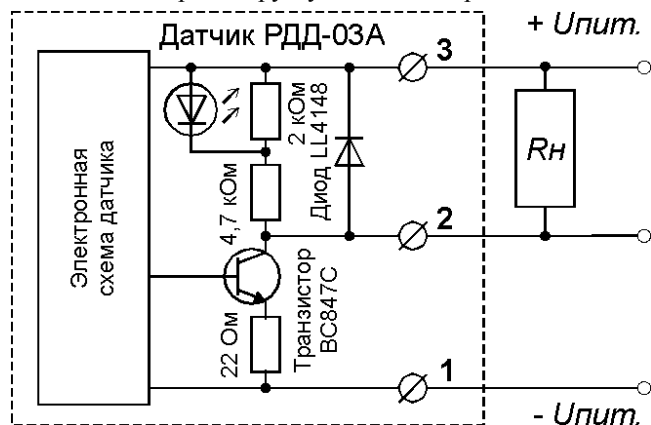

Рис. 10. Выходной каскад датчика РДД-03А и схема подключения нагрузки.
Схема выходного каскада датчика показана на рис. 10. В качестве сопротивления нагрузки R_n к датчику может быть подключена обмотка внешнего реле или входной каскад контроллера сбора информации.
7.1.4. Подключите к датчику нагрузку и источник питания согласно рис. 10. **ВНИМАНИЕ!** Ошибки при подключении могут вывести датчик из строя! Включение светодиода «К3» (поз. 18 на рис. 1) при наличии движения свидетельствует о срабатывании схемы защиты выходного каскада датчика от токовых перегрузок. При этом следует проверить правильность подключения датчика и, при необходимости, увеличить сопротивление нагрузки (R_n на рис. 10). Светодиод «К3» гаснет и схема защиты отключается при снятии с датчика напряжения питания, либо при остановке механизма (нет движения).
7.2.2. Подключите к датчику нагрузку и источник питания согласно рис. 10. Если при таком состоянии органов регулировки светодиод «Движение» не загорается, значит посторонние движения не влияют на работу РДД-03А. При этом следует перейти к выполнению п. 7.2.3. В противном случае следует перейти к п. 7.2.7. **ВНИМАНИЕ!** Ошибки при подключении могут вывести датчик из строя! Включение светодиода «КЗ» (поз. 18 на рис. 1) при наличии движения свидетельствует о срабатывании схемы защиты выходного каскада датчика от токовых перегрузок. При этом следует проверить правильность подключения датчика и, при необходимости, увеличить сопротивление нагрузки (R_n на рис. 10). Светодиод «КЗ» гаснет и схема защиты отключается при снятии с датчика напряжения питания, либо при остановке механизма (нет движения).